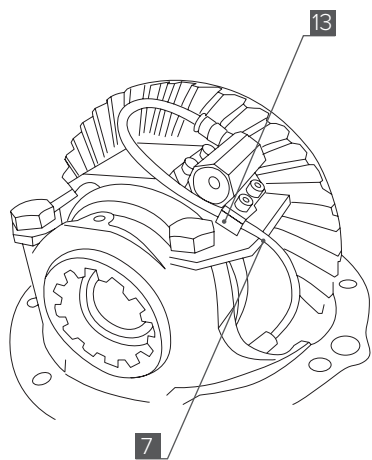

Рис. 7
10. Соедините фитинг угловой [4] с фитингом актуатора [2] трубкой [7] (**рис. 7**).
❗ **ВАЖНО:** Убедитесь, что трубка, проведенная между фитингами, не касается подвижных частей редуктора. Воспользуйтесь хомутиком [13] на актуаторе для фиксации трассы трубки, как показано на рис. 7.